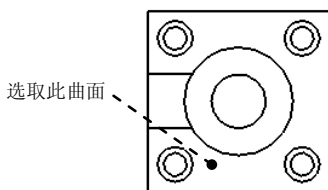

图 5.2.75 选取曲面
Step3. 此时系统弹出“选取”对话框，并提示  为创建纵向标注拾取一个或多个曲面(彼此平行)，选取图 5.2.75 所示的曲面，单击“选取”对话框中的  按钮（或单击中键）。